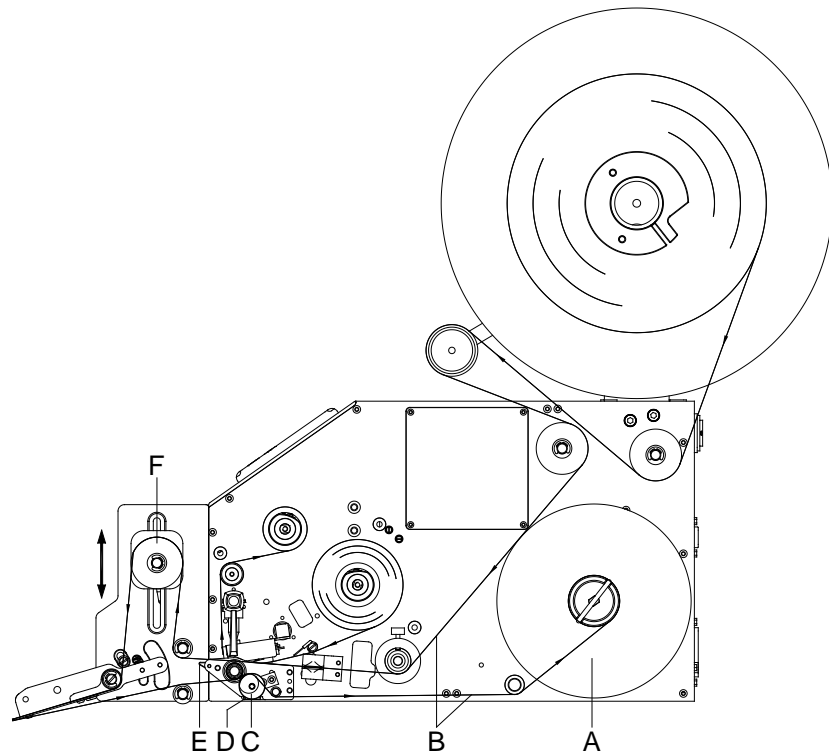

Abbildung 5
1. Spendewippe (D, Abbildung 5) nach vorne/unten durch Zug des Rändelknopfs (C, Abbildung 5) nach außen wegklappen.
2. Schraube (C) lösen.
3. Winkellage der Spendekante (B) nach Bedarf verändern. Hierzu den Anschlagbolzen (A) entlang des Langlochs in der Grundplatte (D) verschieben. Verschiebung nach oben vergrößert den Abspendewinkel und Verschiebung nach unten verkleinert den Abspendewinkel.
4. Position des Anschlagbolzens durch Anziehen der Schraube (C) fixieren. Bei Bedarf einen Schlitzschraubenzieher in den Schlitz des Anschlagbolzens (A) einführen, um das Anziehen der Schraube (C) zu erleichtern.
5. Interne Aufwickelvorrichtung (A, Abbildung 5) des Drucksystems so lange drehen, bis das Trägermaterial wieder gespannt ist.
6. Spendewippe (D, Abbildung 5) wieder nach oben drücken und einrasten.
Um das Trägermaterial (B) auf der internen Aufwickelvorrichtung (A) zu spannen, muss zuvor die Spendewippe (D, Abbildung 5) nach vorne/unten durch Zug des Rändelknopfs (C, Abbildung 5) nach außen wegklappt werden.